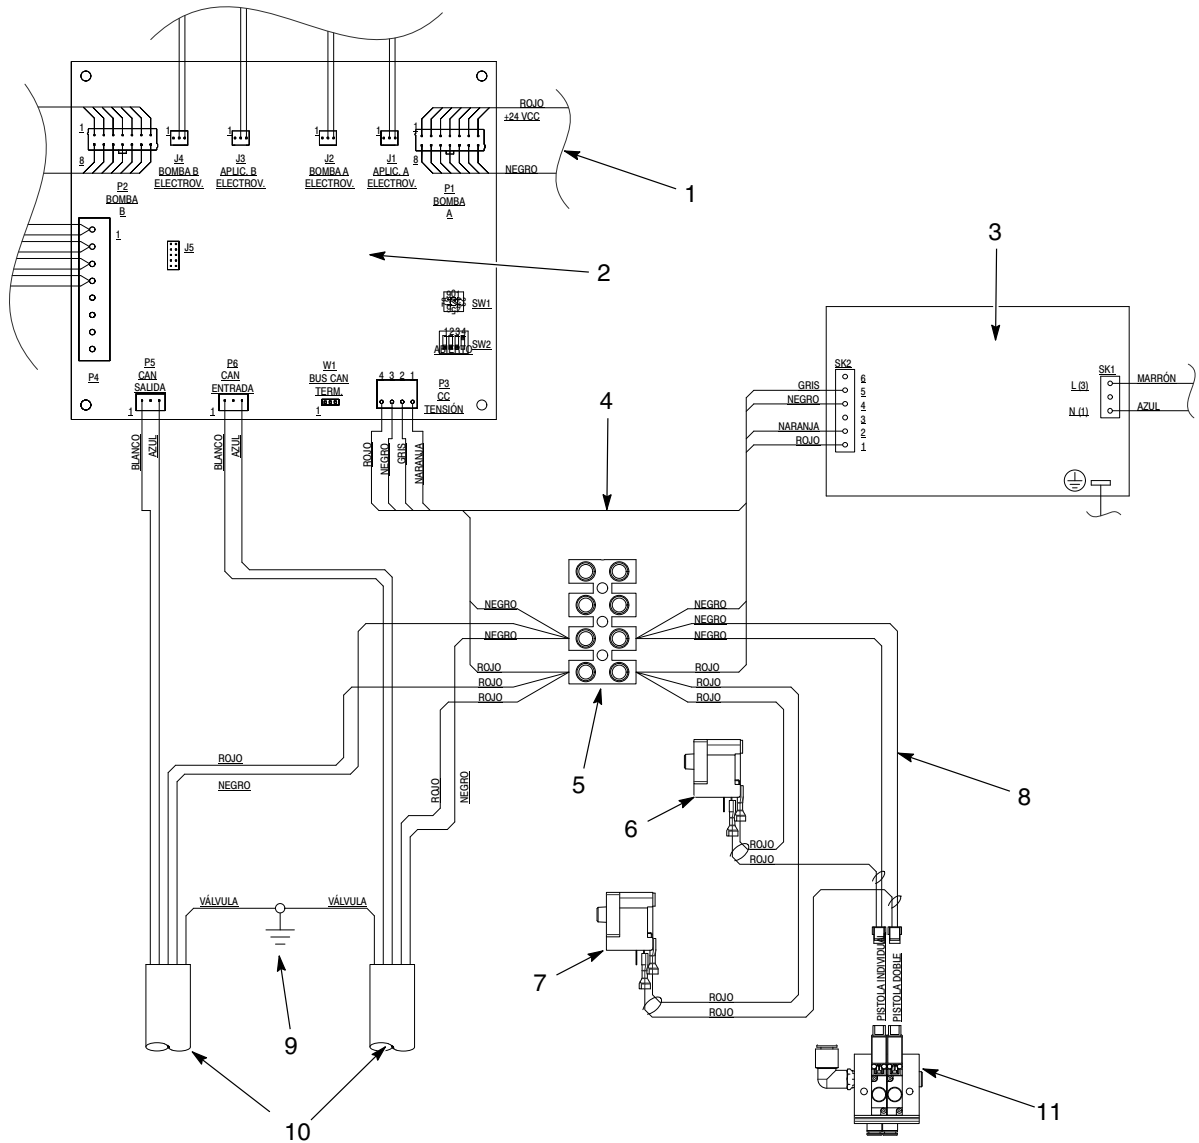

Figura 3 Esquema eléctrico (se muestra un sistema de dos pistolas)
Ver la figura 3 para el esquema eléctrico.
3. Instalar el(los) cable(s) nuevo(s) tal y como se describe en la figura 3, ítem 10.
Ver la figura 3, ítem 8 para la ilustración del cableado.